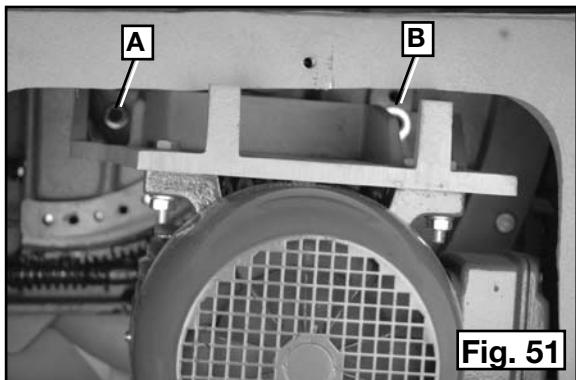

Fig. 51
2. Afloje el perno (A) Fig. 51 y retire el perno (B).